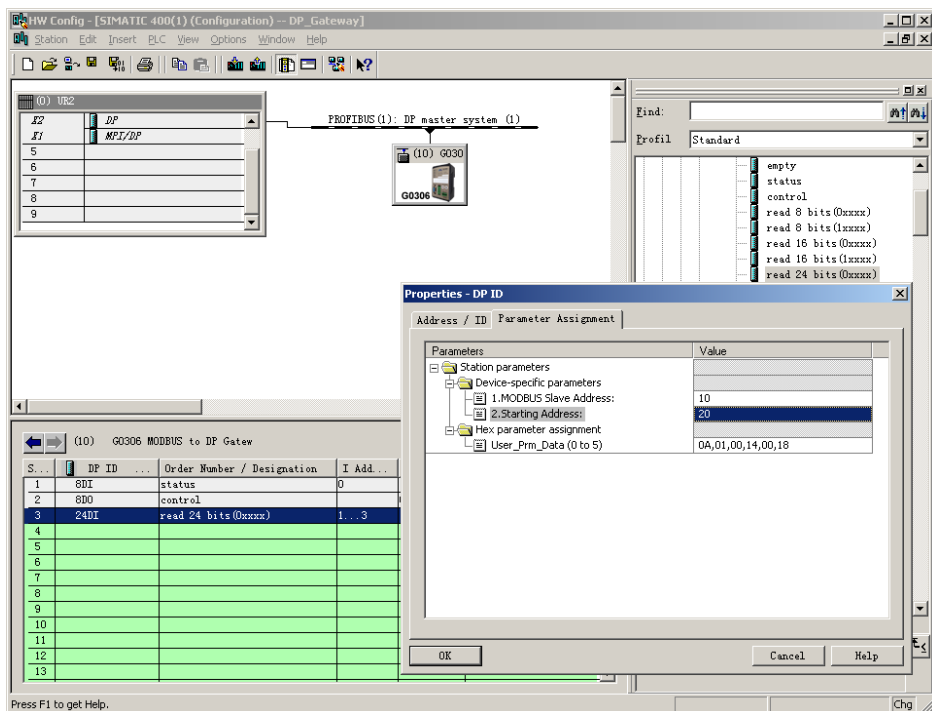

图 17 配置“read 24 bits(0xxxx)”模块用户参数
b) 配置“read 24 bits(0xxxx)”模块用户参数，如图 17 所示：
“1. MODBUS Slave Address:” ⇒ 键入 MODBUS 从站地址 10, 如图 17。
“2. Starting Address:” ⇒ 键入欲读取的线圈 0xxxx 的起始地址 00021, 设置地址为 20 ⇒ “OK”, 如图 17。